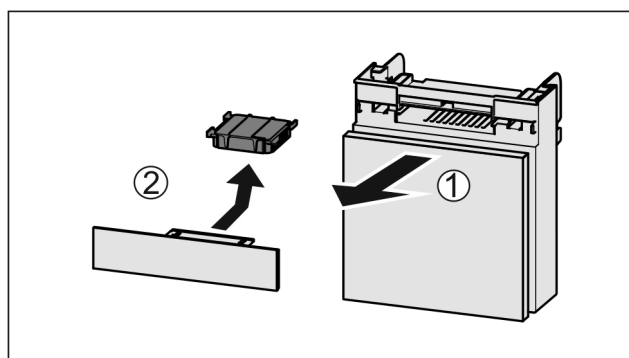

Fig. 185
- Вытянуть Fig. 185 (1) отделение движением вперед.
- Извлечение Fig. 185 (2) фильтра с активированным углем.